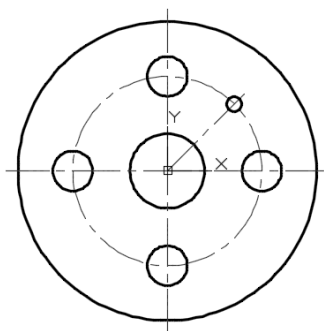

图 4-36 特性匹配的结果
4) 在图形中选择第二大的圆, 再选择倾斜的一条直线段, 按〈Enter〉键结束命令, 结果如图 4-36 所示。